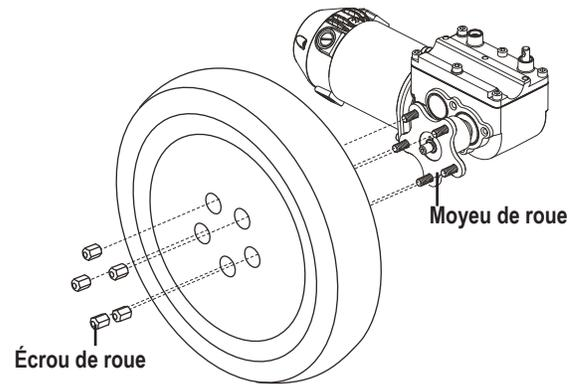

Figure 17. Roue motrice
4. Retirez les cinq (5) écrous de roue du moyeu de roue. **Voir la figure 17.**